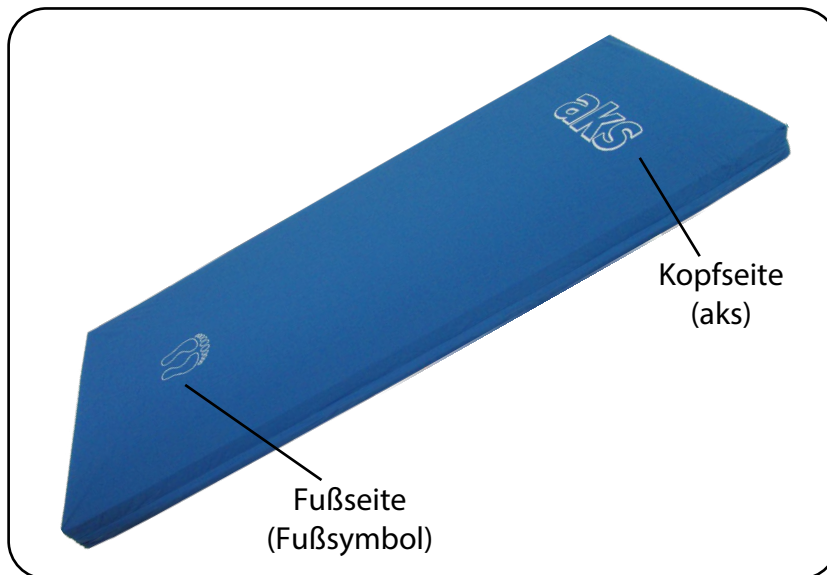

Abb. 6.1.04 - Matratze mit inkoair® Matratzenhülle
- Achten Sie darauf, dass der Aufdruck „aks“ und das Fußsymbol nach Oben zeigen. Der Aufdruck „aks“ ist an der Kopfseite des Bettes zu positionieren und das Fußsymbol an der Fußseite (Abb. 6.1.04).